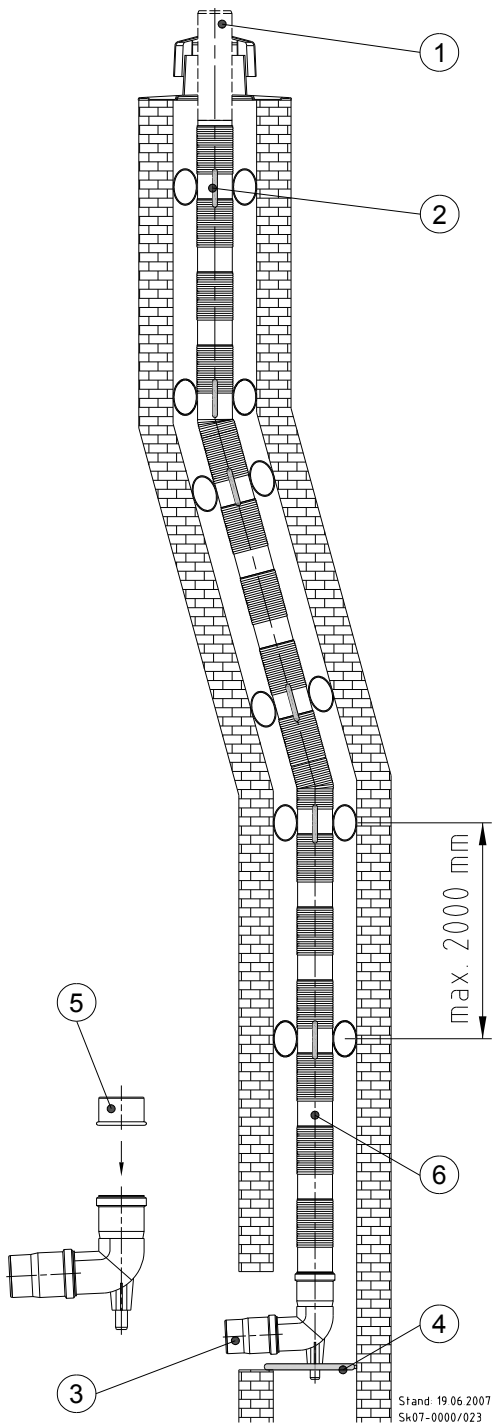
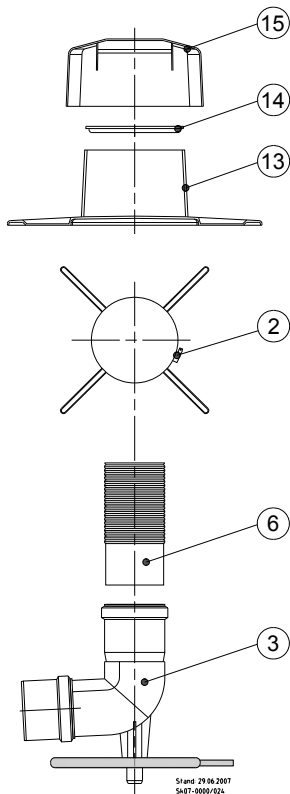

Abb. 111: Kaminsystem, flexibel
Abb. 113: Detail-Zeichnung Befestigung Schachtabdeckung
Legende zu Abb. 111:
- ➔ Säubern und entgraten Sie das Einsteckende des Abgasrohres ⑥ (s. Abb. 111).
- ➔ Reiben Sie das Einsteckende des Abgasrohres ⑥ mit säurefreiem Gleitmittel ein.
- ➔ Stecken Sie das sichtbare glatte Ende des Abgasrohres ⑥ in den auf dem Auflager sitzenden Stützbogen ③.
Legende zu Abb. 113:
②	Abstandhalter
③	Stützbogen mit Auflager
⑥	Flexibles Abgasrohr
⑬	Unterteil der Schachtabdeckung
⑭	Flexrohrklemme
⑮	Abdeckhaube
- ➔ Schieben Sie als erstes das Unterteil der Schachtabdeckung ⑬ (s. Abb. 113) über das Leitungsende Abgasrohr ① (s. Abb. 111).
- ➔ Spreizen Sie die Flexrohrklemme ⑭ auf.
- ➔ Schieben Sie die aufgespreizte Flexrohrklemme über das Leitungsende bis zum Unterteil der Schachtabdeckung ⑬.